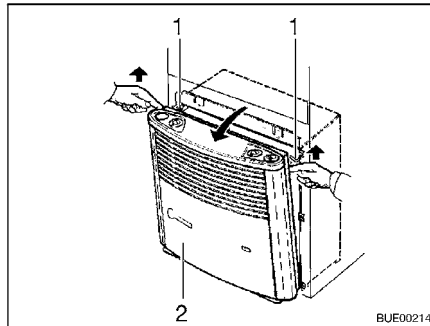

Bild 115 Ta bort höljets framdel från värmeaggregatet
- Tag bort värmeaggregatets hölje (Bild 115,2). Drag höljet framåt upptill, tryck upp hållfjädrarna (Bild 115,1) på sidan och fäll ut höljets framdel.